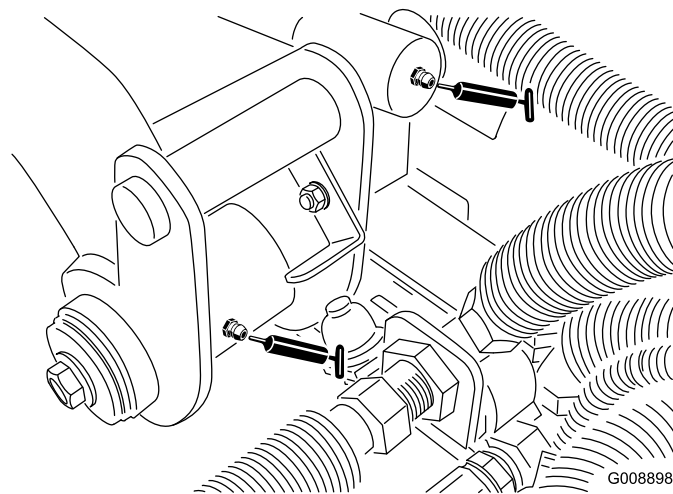

図 51
- ・ 後昇降アームのピボット昇降シリンダ（2ヶ所）（図 51）